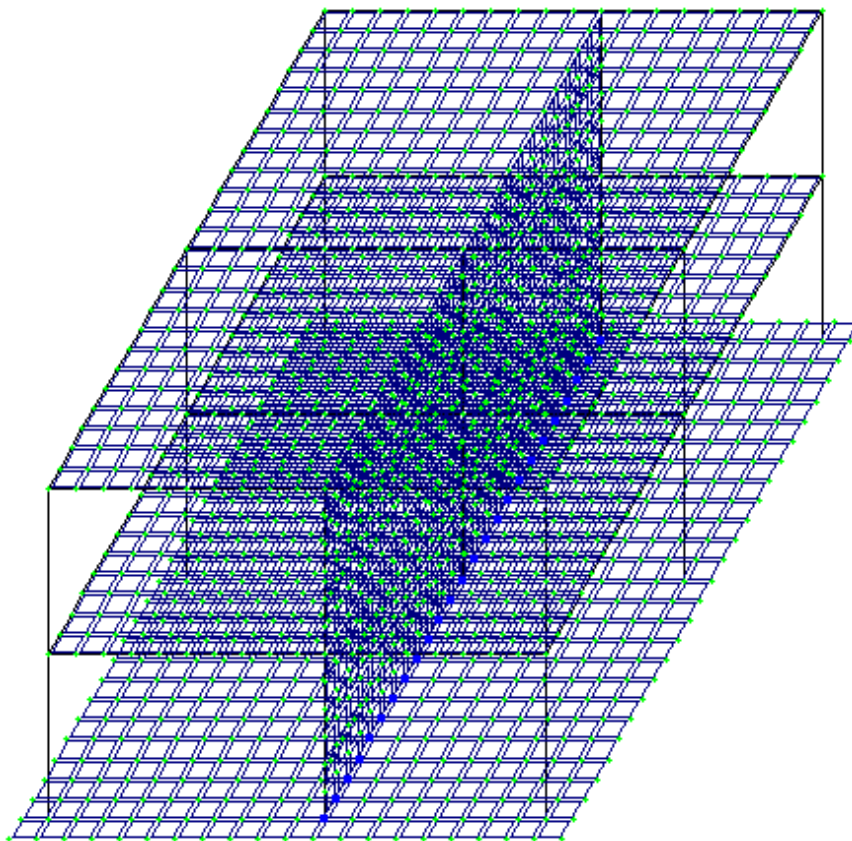

Рис.4.10. Расчетная схема каркаса
- На рис.4.10 представлена полученная расчетная схема.